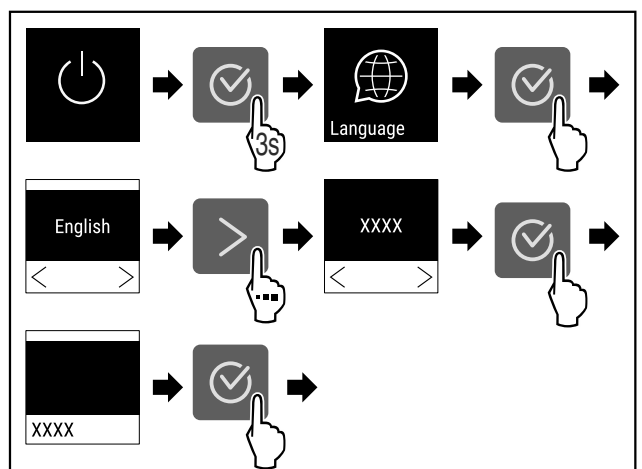

Fig. 50
- ▶ Wykonać czynności (patrz Fig. 50).